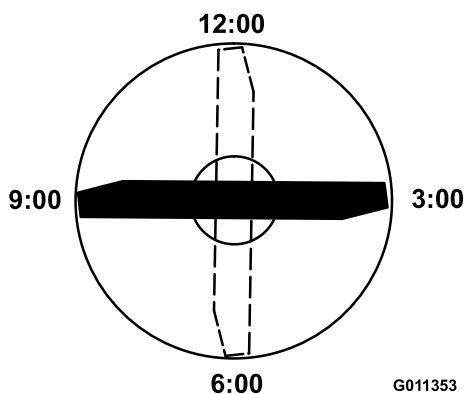

Figura 64
4. Orientate il tagliente dell'estremità marcata della lama sulle ore 12 (esattamente in avanti, nel senso di falciatura) (Figura 64) e misurate l'altezza tra il banco e il tagliente della lama.
5. Ruotate l'estremità marcata della lama sulle ore 3 e sulle ore 9 (Figura 64) e misurate le rispettive altezze.